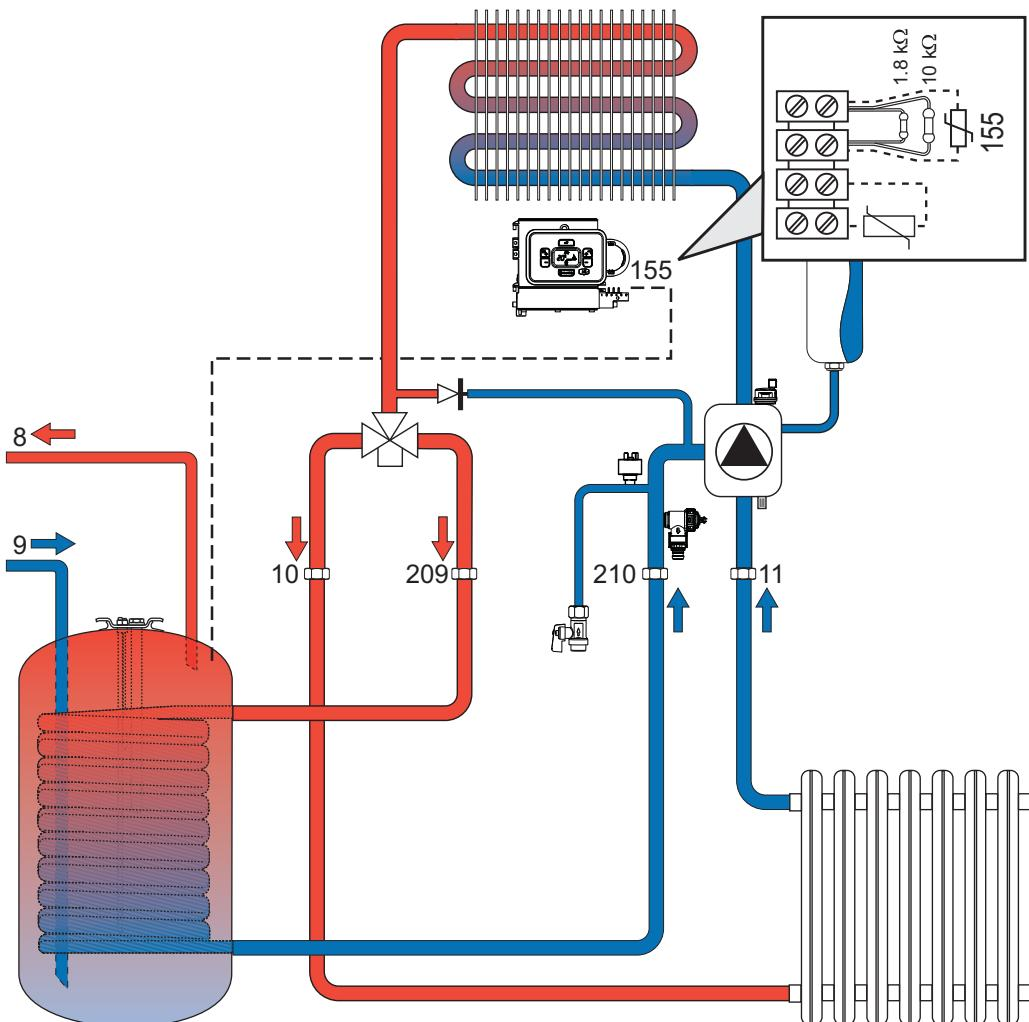

fig. 10- Schéma de raccordement à un ballon extérieur
La carte électronique de l'appareil est prévue pour la gestion d'un ballon externe pour la production d'eau chaude sanitaire. Effectuer les raccordements hydrauliques conformément au schéma fig. 10. Raccorder la sonde ballon (155) en ôtant les deux résistances présentes sur le bornier. Le système de contrôle de la chaudière à l'allumage suivant reconnaît la présence de la sonde du ballon et se configure automatiquement, en activant l'afficheur et le contrôle relatifs à la fonction sanitaire.